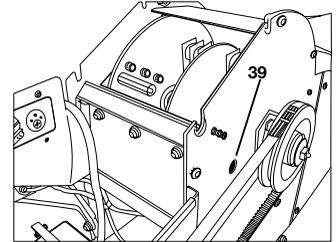
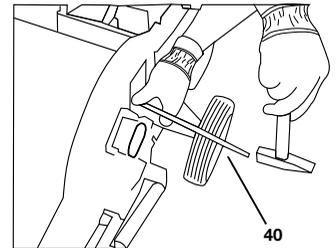

Figura 33
Figura 34
- En la pared de la cubierta de la correa se encuentra un orificio de montaje (39) (un orificio grande, véase la Figura 33). Gire el rotor para poder retirar el eje del martillo a través del orificio de montaje (39). Para ello, extraiga el eje des de el lado opuesto con un punzón (40) (véase la Figura 34).